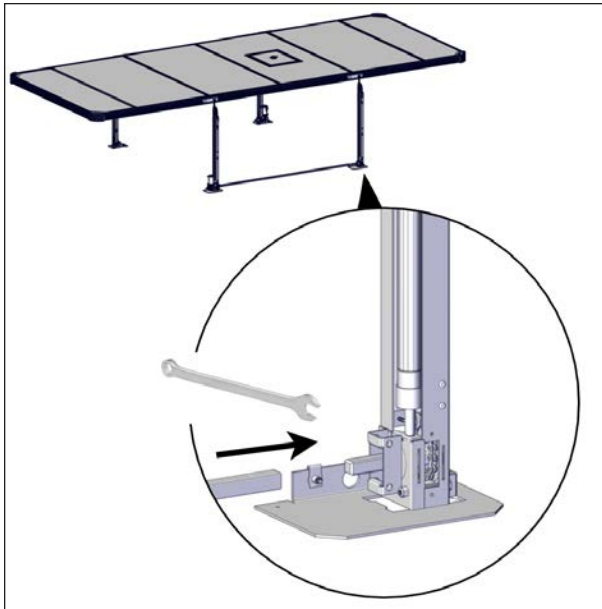

FIGURE 69: INSTALLATION DE L'ARBRE TUBULAIRE SUR L'ARBRE DU VÉRIN NON-MOTORISÉ
3. Sur le même côté du spa, installer l'arbre tubulaire sur l'arbre du vérin non-motorisé, voir Figure 69.
Si l'arbre du vérin non-motorisé ne s'aligne pas avec l'arbre tubulaire, l'utilisation d'une clé de 19 mm (3/4 po) ou d'une clé à molette peut aider. Tourner alors légèrement l'arbre du vérin non-motorisé comme montré sur la Figure 69.